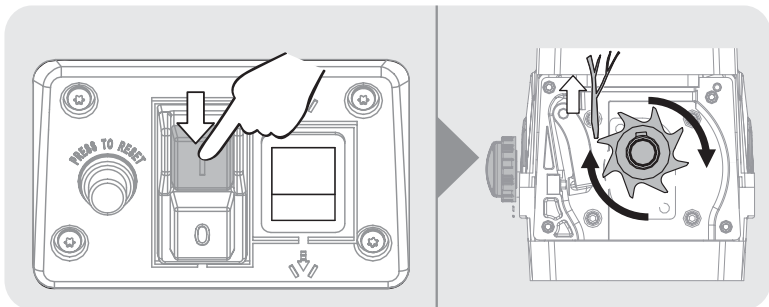

Рис. 15
Когда устройство полностью остановится, измените направление вращения, нажав на стрелку назад на переключателе обратного вращения и кнопку (I). Рис. 15.
*Чтобы устройство работало при обратном вращении, кнопку (I) нужно удерживать нажатой.*